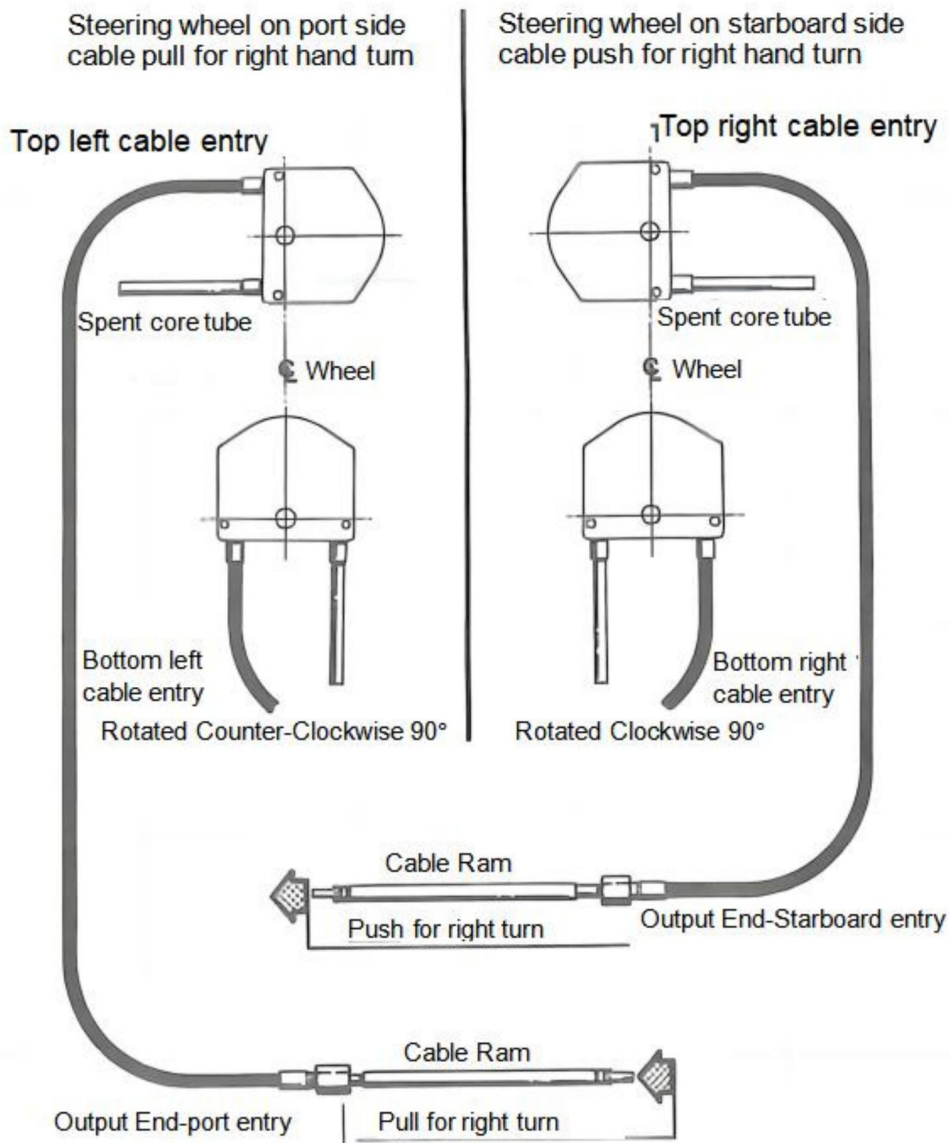

Figura 4.
PASO 4. El conjunto del timón se puede girar en el soporte de montaje para Acomodar la entrada de cables. La mejor posición para la unidad de accionamiento es donde el cable Se puede instalar con la mínima cantidad de flexión. La figura 4 muestra el cable. Posiciones finales para EMPUJAR o TIRAR para operación de giro a la derecha. El conjunto se puede ajustar en incrementos de 45 grados desde el cable superior derecho o superior izquierdo. posiciones de entrada.